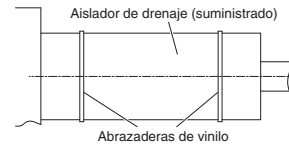

Fig. 3-25
- (2) Después de haber comprobado el drenaje, envuelva el paquete suministrado y el aislante del tubo de drenaje en torno al tubo y, a continuación, asegúrelo con las abrazaderas suministradas. (Fig. 3-25)